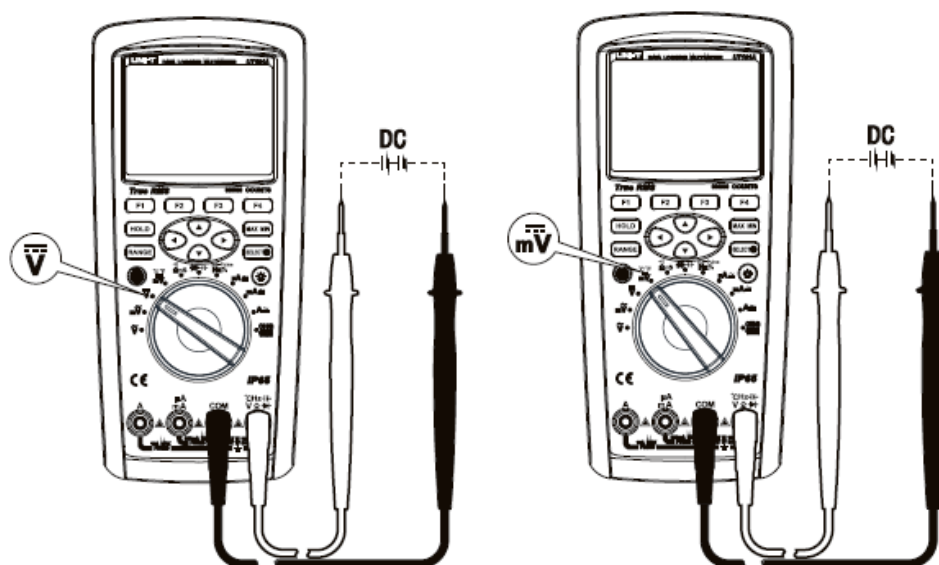

Рисунок 7
4. Измерение постоянного напряжения (рисунок 7)